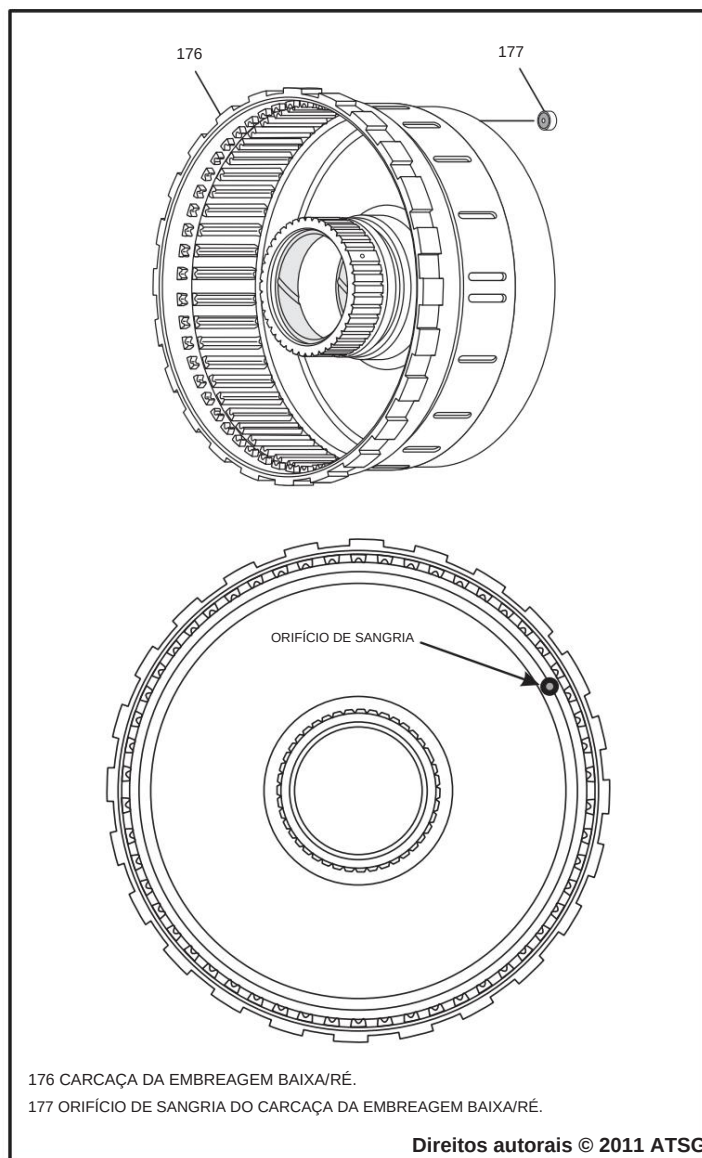

Figura 72
15. Verifique o orifício de sangria na parte inferior do carcaça da embreagem baixa/ré para garantir que ela ainda esteja lá, conforme mostrado na Figura 72, e que não esteja obstruída, restrita ou queimada.